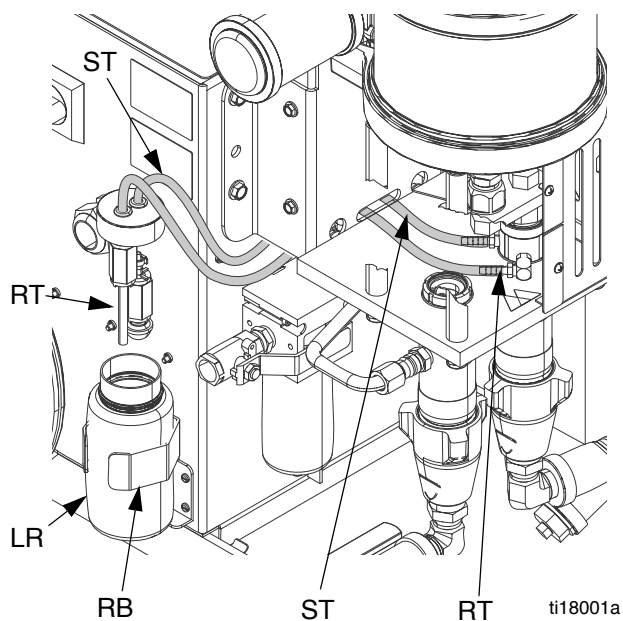

Рис. 13. Система смазки насоса
2. Вытащите резервуар для смазки (LR) из крепежной скобы (RB) и открепите емкость от крышки. Держа крышку над подходящей емкостью, снимите обратный клапан и подождите, пока смазка не стечет. Присоедините обратный клапан к впускному шлангу. См. Рис. 13.